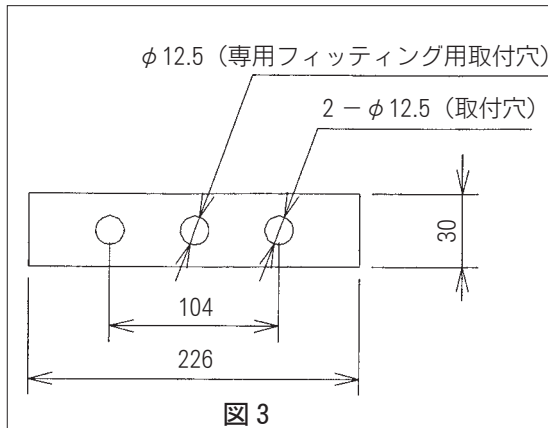

図3
1. 投光器のアームには図3のように取付穴(φ12.5)が設けてありますので、適用ボルトM10で緩みのないように(構造物等に直付けの場合はボルト2本で取付けてください)確実に締付けてください。締付けが不十分な場合、ボルトが外れ、器具の落下の原因になることがあります。